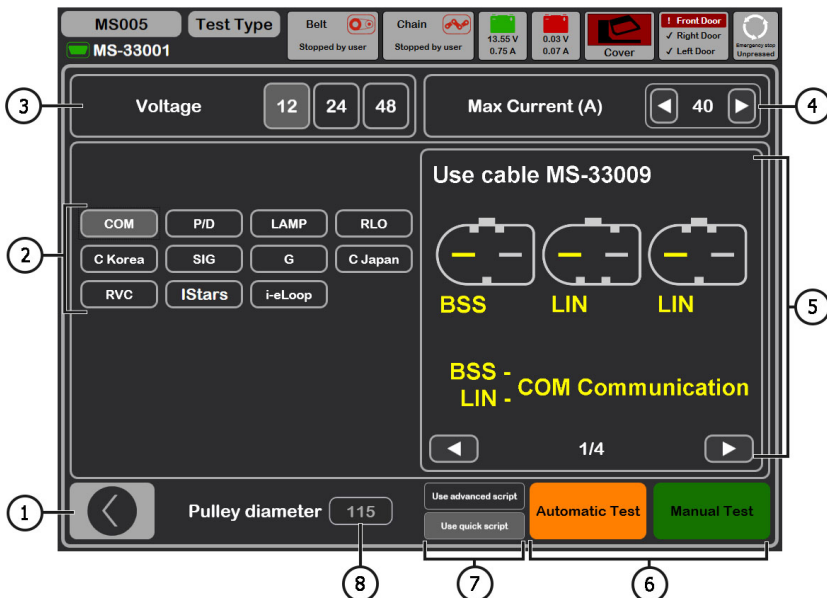

Abbildung 22. Menü zur Auswahl des zu diagnostizierenden Generatortyps
Bei Aktivierung des Generator-Diagnosemodus wird das Menü zur Auswahl des zu diagnostizierenden Generatortyps geöffnet (Abb. 22), das Folgendes enthält:
- 7 – Steuerung der Generatorbelastung; der Wert wird als Prozentsatz des im Menü von Abb. 22, Pos. 4, eingestellten Werts vorgegeben.
„Pulley RPM“ – Drehzahl der Generatorscheibe; wenn im Menü nach Abb. 22, Pos. 8, keine Scheibengröße angegeben ist, wird die Drehzahl des Antriebs angezeigt.